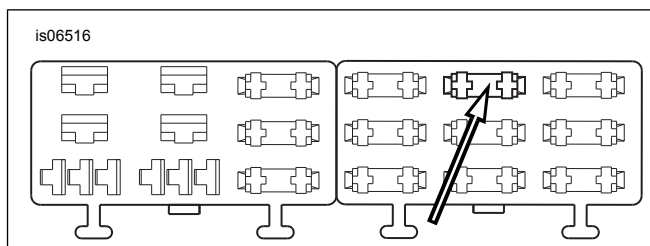

Figure 10. Cavité de bloc fusibles « P&A IGN » (Softail 2004 à 2010)
4. Voir Figure 10. Repérer la cavité de fusible (1) marquée « P&A IGN » sur le couvercle de bloc fusibles dans le bloc fusibles de droite. Il doit exister un fil attaché à un côté de ce circuit, mais aucun fil ou fusible connecté n'est présent. Insérer la borne sur le fil adaptateur orange/blanc jusqu'au fond. Examiner une autre borne posée à l'usine pour effectuer une comparaison et s'assurer de l'orientation et la profondeur correctes.